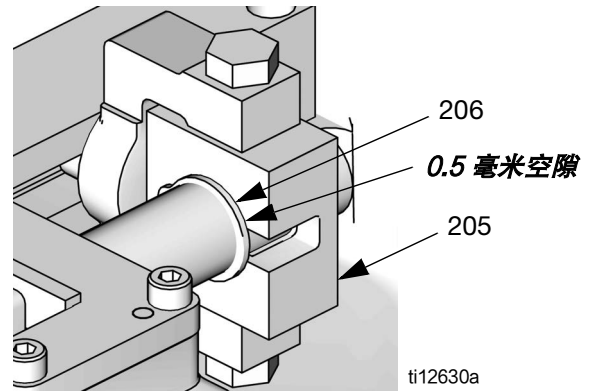

图 29: 比例秤杆卡环
- l. 拧松比例调节枢轴上的外六角头螺钉 (204)。
- m. 顺时针旋转比例调节钮 (201) 可增加比例，逆时针旋转可减小比例，直到将机械比例臂设置为所需的设置（**例子中是 1.19**）。
- n. 拧紧比例调节枢轴上的外六角头螺钉 (204)。
- o. 滑动比例秤杆导轨 (205)，以在比例秤杆导轨 (205) 与卡环 (206) 之间留有 0.5 毫米左右的空隙，如图 29 所示的安装尺寸钻出安装孔。